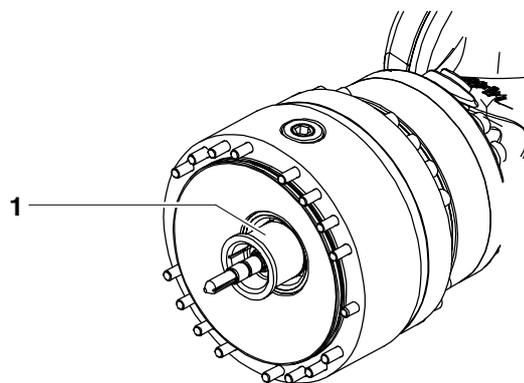

Fig. 109 Douille
- (1) Le cas échéant, procéder à la déconservation du poignet en ligne.
- (2) Retirer la douille (Fig. 109/1), le cas échéant, utiliser des outils appropriés (par ex. acier d'armature à écarter).